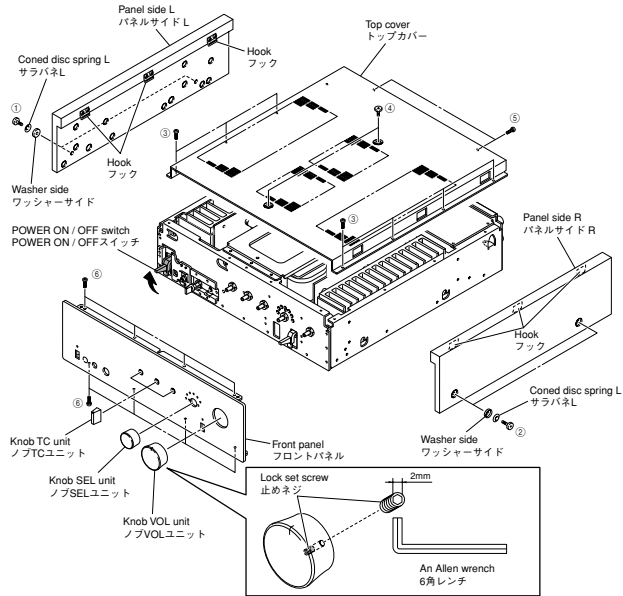

Fig. 1
- Remove 2 screws (①), 2 coned disc spring L and 2 washers side. (Fig. 1)
- Lift the panel side L upward and release 3 hooks. Then remove the panel side L. (Fig. 1)
- Remove 2 screws (②), 2 coned disc spring L and 2 washers side. (Fig. 1)
- Lift the panel side R upward and release 3 hooks. Then remove the panel side R. (Fig. 1)
- Remove 7 screws (③), 2 screws (④) and 2 screws (⑤). (Fig. 1)
- Remove the top cover. (Fig. 1)
- Loosen lock set screw to remove the knob VOL unit. (Fig. 1)
- Loosen lock set screw to remove the knob SEL unit. (Fig. 1)
- Loosen each lock set screw to remove 3 knob TC unit. (Fig. 1)
- Remove 8 screws (⑥). (Fig. 1)
- Remove the front panel forward gradually using care not to cause damage the switches. (Fig. 1)
- ①のネジ2本を外し、サラパネL2個とワッシャーサイド2個を外します。(Fig. 1)
- パネルサイドLを上を持ち上げ、3ヶ所のフックを外し、パネルサイドLを取り外します。(Fig. 1)
- ②のネジ2本を外し、サラパネL2個とワッシャーサイド2個を外します。(Fig. 1)
- パネルサイドRを上を持ち上げ、3ヶ所のフックを外し、パネルサイドRを取り外します。(Fig. 1)
- ③ネジ7本、④のネジ2本、⑤のネジ2本を外します。(Fig. 1)
- トップカバーを取り外します。(Fig. 1)
- 止めネジを緩め、ノブVOLユニットを取り外します。(Fig. 1)
- 止めネジを緩め、ノブSELユニットを取り外します。(Fig. 1)
- 止めネジを緩め、ノブTCユニット3個を取り外します。(Fig. 1)
- ⑥のネジ8本を外します。(Fig. 1)
- 各スイッチに傷がつかないように注意してフロントパネルを前方へゆっくり取り外します。(Fig. 1)